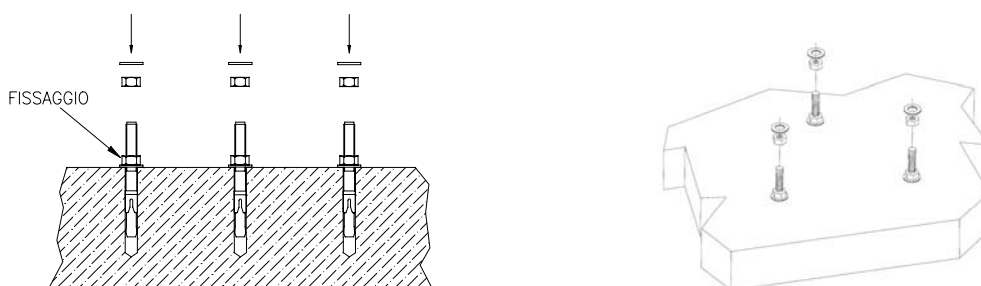

Fig.3
- Avvitare i dadi esagonali con le rondelle con la sequenza indicata (fig.3);